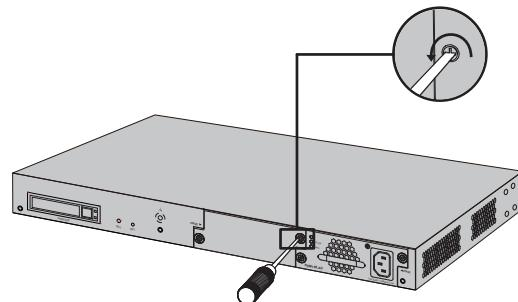

图3-6 移除保护面板示意图
4. 使用TL-RPS150中配送的交流电源线连接TL-RPS150的交流输入接口与电源插座，如图3-6所示。